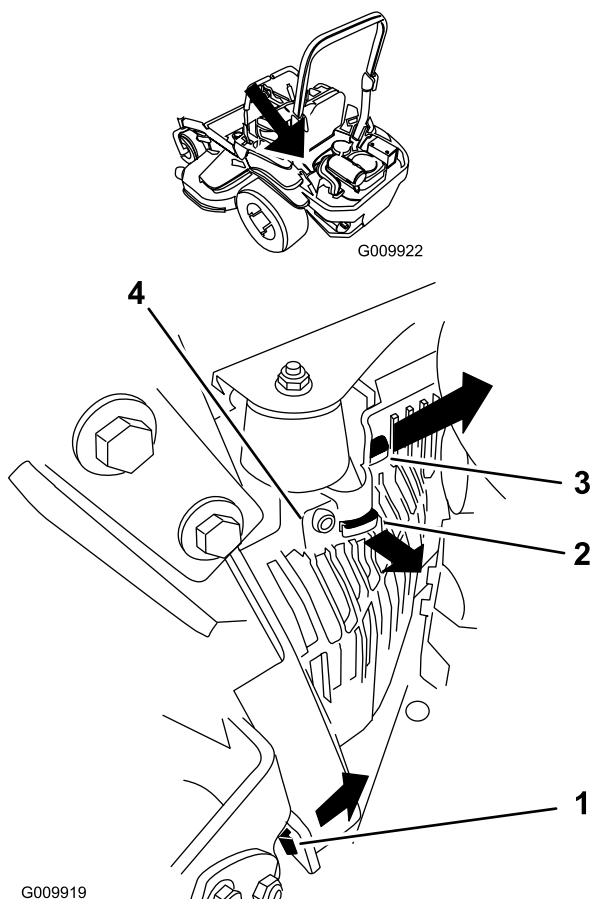

Figure 54
3. Déposez le capot de l'unité hydraulique gauche dans l'ordre indiqué à la Figure 54.
- Montez le carénage de l'unité hydraulique gauche (Figure 54).